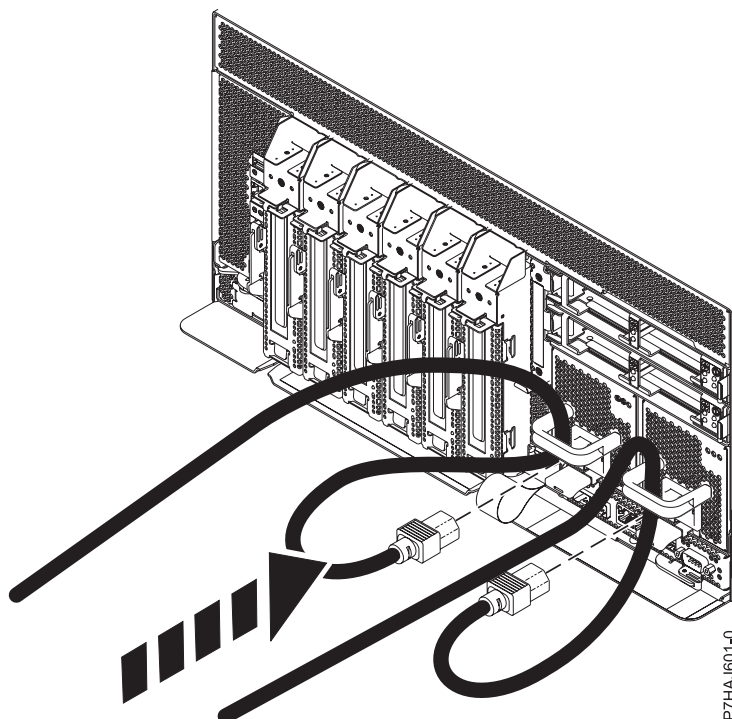

Abbildung 34. Netzkabel anschließen
2. Schließen Sie das Netzkabel erneut an die Systemeinheit an (siehe Abb. 34 auf Seite 55). Achten Sie darauf, dass die Kabel durch die Griffe verlaufen.